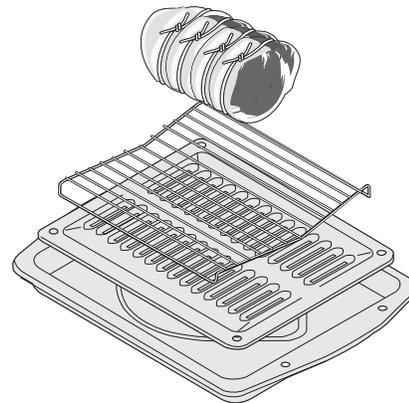

Figura 35: Colocación de la rejilla para carne
4. Coloque la carne (el lado de la grasa hacia arriba) en la rejilla (Figura 35). Coloque la comida preparada en la parrilla del horno y deslice hacia el interior.
- Use la asadera y la rejilla, además de la parrilla de rostizado (Figura 35) (en algunos modelos). La asadera retendrá los derrames de grasa y la rejilla ayudará a evitar las salpicaduras. La parrilla para rostizar sujetará la carne.